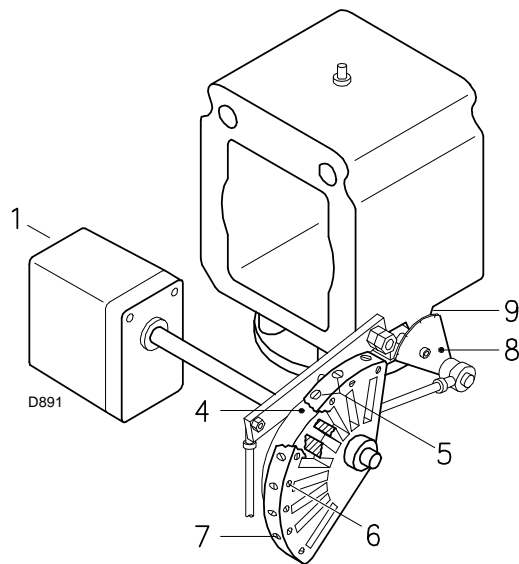

图 31
通过调节螺丝 7) 逐步调整凸轮 4)(图 31) 的外廓线。
图例 (图 31)
通过调节螺丝 5) 逐步调整凸轮 4) (第 26 页图 31) 的起始廓线。
- 按下伺服马达上的释放按钮（将其向右移动），脱离伺服马达凸轮 4) (第 26 页图 31)；
- 一旦达到最优设定，用螺丝 6) (第 26 页图 31) 将设定值固定。